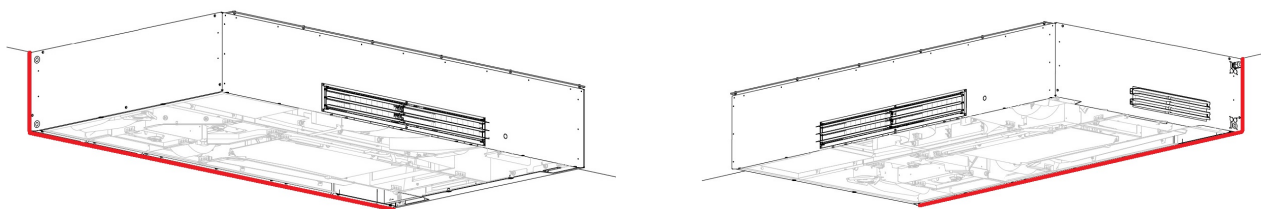

Figur 18: Fugning af mellemrum omkring rør, snittegning
Snittegningen i Figur 18 nedenfor viser en væg med rørføring og rørbeslag. Den grå kasse til højre markeret med tallet '1' er et anlæg monteret på indersiden.
- Påfør fugemasse på rørenes yderside, se '4' i Figur 18 ovenfor.